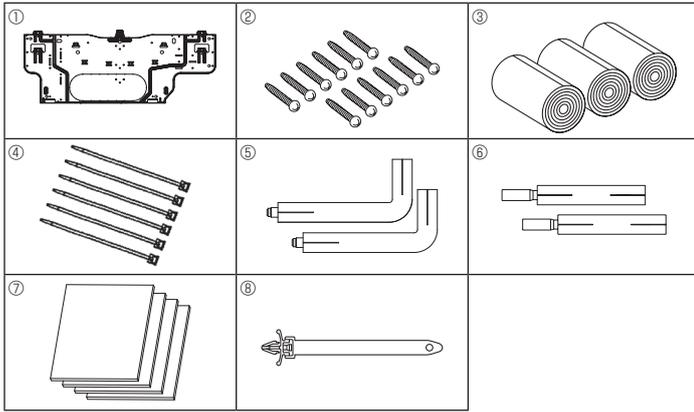

Fig. 3-1
3.1. Comprobación de los accesorios de la unidad interior (Fig. 3-1)
Ⓐ Placa de montaje ① en la Fig. 3-1
- Ⓓ Tornillos de fijación (4 × 25) Ⓔ en la Fig. 3-1
- Ⓕ Placa de montaje ①
- Ⓕ Placa de montaje ① en la Fig. 3-1
2. Envuelva con cinta de fieltro ③ la zona de la tubería de refrigerante y la manguera de desagüe que se colocarán dentro del espacio de la tubería de la unidad interior.
- Envuelva firmemente con cinta de fieltro ③ desde la base para cada una de las tuberías de refrigerante y la manguera de desagüe.
- Solape la cinta de fieltro ③ sobre la mitad de la anchura de la cinta.
- Ⓔ Cinta de fieltro ③ en la Fig. 3-1